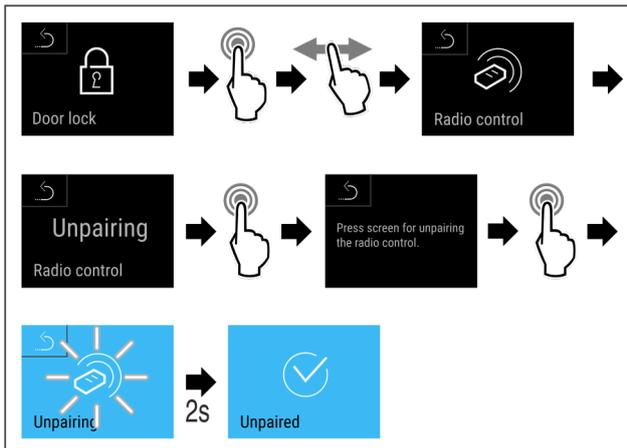

Fig. 102
- u Handlungsschritte (siehe Fig. 102) durchführen.